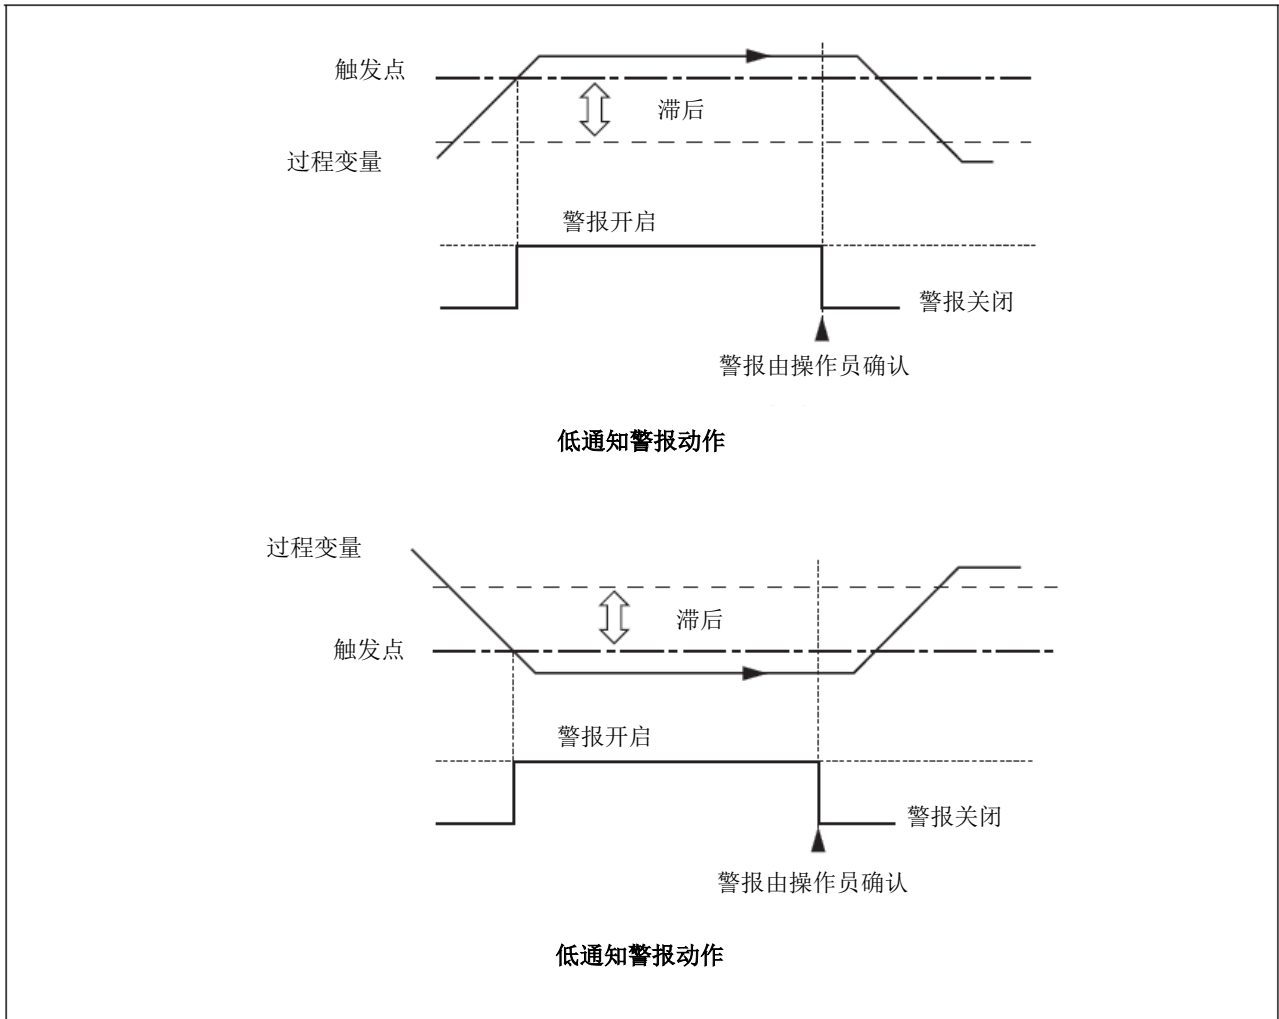

图 7.13 高/低通知警报
- 高/低通知 - 参见第 93 页图 7.13。
**注意：**仅通知警报 – 参见第 93 页图 7.13。